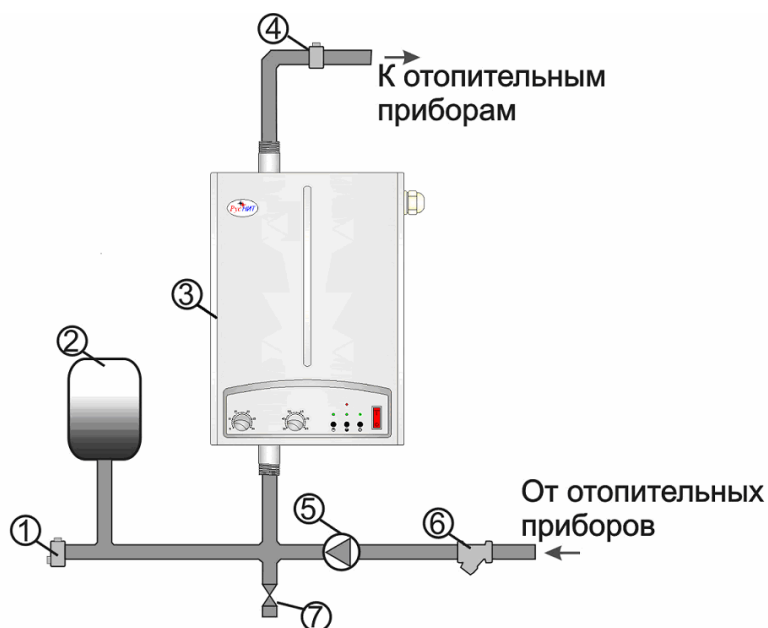

Рис. 3. Рекомендуемая схема монтажа отопительной системы
5.2. Отопитель крепится на стене в вертикальном положении в местах, удобных и доступных для установки и технического обслуживания. Рекомендуемая схема подключения отопителя в отопительную систему показана на рис.3. Перед подключением отопителя систему отопления необходимо промыть и опрессовать.